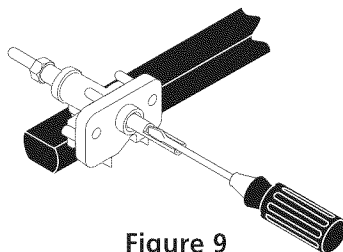

Figure 9
10.4 Réglez la position LOW des robinets des brûleurs de surface (voir Figure 9)